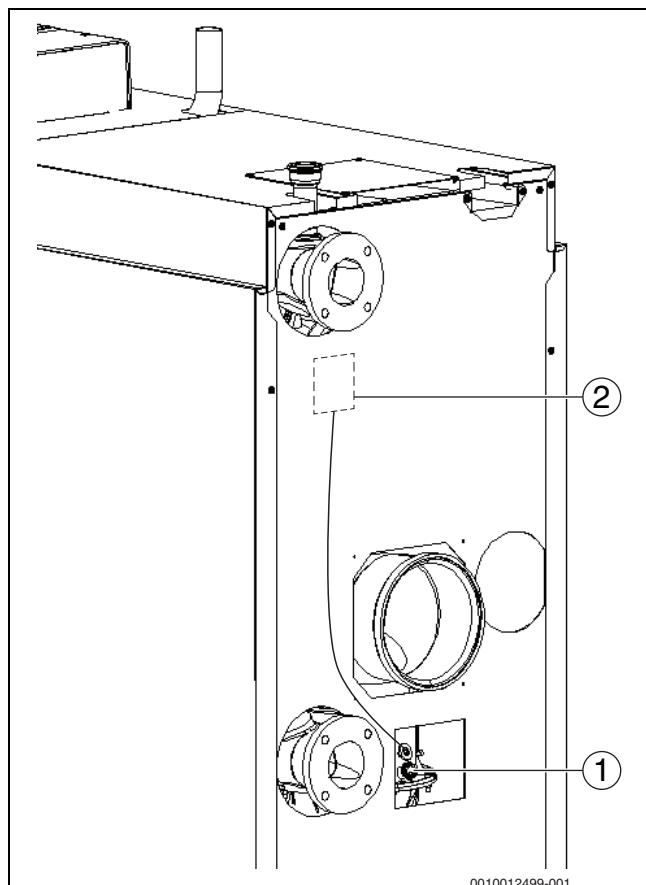

Рис. 30 Выполнение замеров (котлы 150-300 кВт)
- Ведите измерительный датчик через отверстие для измерений в коллекторе дымовых газов (→ Рис. 30, стр. 32), держите его в центре потока и проверьте содержание CO₂.
- ▶ Введите измерительный датчик через отверстие для измерений в дымовой трубе (→ Рис. 30, стр. 32), держите его в центре потока и проверьте содержание CO₂.
- ▶ В точке проведения замеров на соединительном участке дымовой трубы котла (→ рис. 30 и 31) измерьте и внесите в протокол пуска в эксплуатацию следующие параметры (→ глава 17.6, стр. 71):